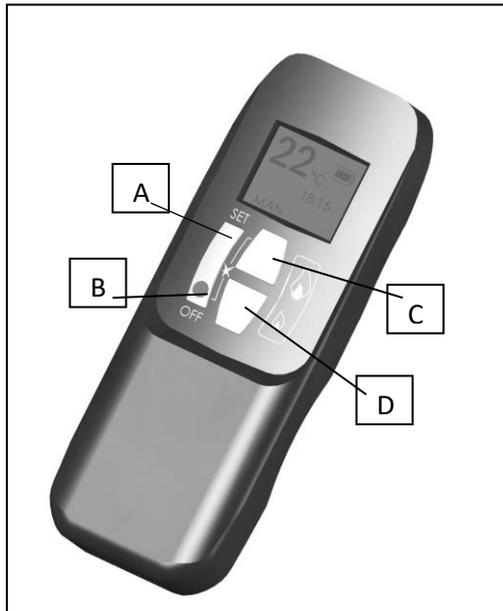
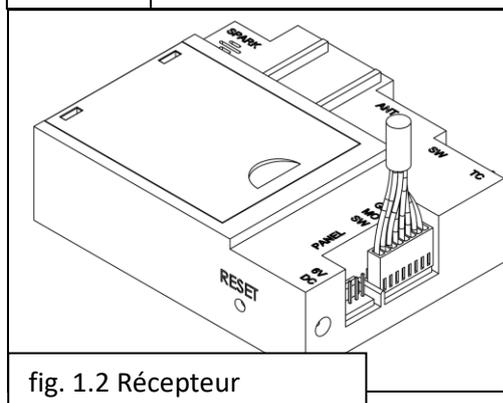
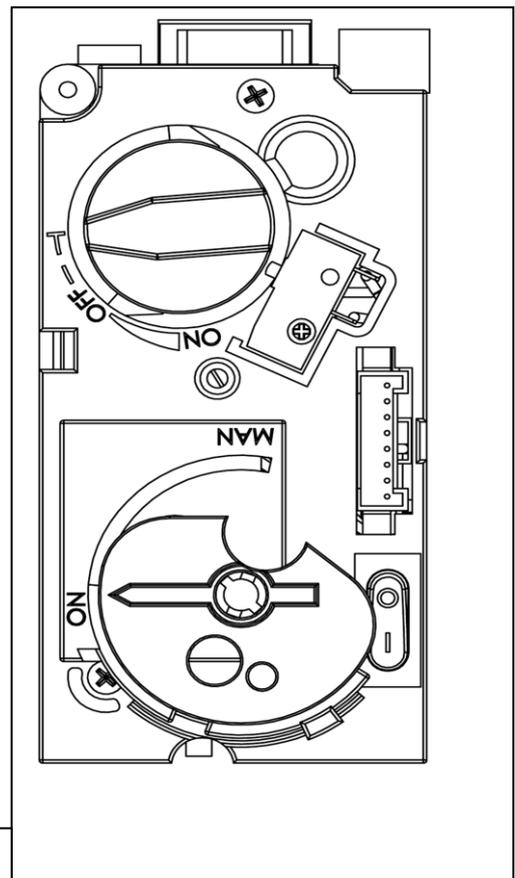

fig. 1.1 Télécommande
fig. 1.2 Récepteur
fig. 1.3 Vanne gaz
Cet appareil est équipé d'un contrôle par télécommande de technologie avancée. Il est composé de trois parties; la télécommande (fig. 1.1), le récepteur (fig. 1.2) et la vanne gaz qui possède aussi un contrôle manuel (fig. 1.3). La vanne gaz et le récepteur se trouvent derrière la porte d'accès et c'est aussi à cet endroit que la plaquette signalétique de l'appareil se trouve.
Appuyez sur le bouton OFF (Bouton B fig. 1.1) de la télécommande. Cela va éteindre tous les brûleurs y compris la veilleuse.
Note:- Si vous appuyez quelques fois sur le bouton petite flamme (Bouton D fig. 1.1), le brûleur principal va s'éteindre mais la veilleuse restera allumée
Pour augmenter la hauteur des flammes, appuyez sur le bouton grande flamme (Bouton C fig. 1.1).
Pour diminuer la hauteur des flammes, appuyez sur le bouton petite flamme (Bouton D fig. 1.1).
Appuyez simultanément sur le bouton OFF et sur le bouton petite flamme (boutons B & D fig. 1.1) jusqu'à ce que l'écran passe de l'unité Fahrenheit / 12 heures ou Celsius / 24 heures et inversement.
- b. Vous appuyez simultanément sur les boutons grande flamme et petite flamme (boutons C & D fig. 1.1)
Appuyez sur le bouton grande flamme pour le réglage de l'heure (bouton C fig. 1.1).
Appuyez sur le bouton petite flamme pour régler les minutes (bouton D fig. 1.1).
Pour revenir à l'écran principal, appuyez sur OFF (bouton B fig. 1.1) ou simplement attendre 15 secondes que l'écran revienne automatiquement au menu principal.